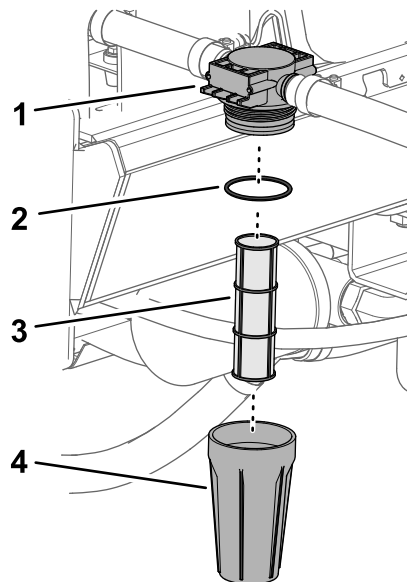

Figure 41
1. Tournez le filtre dans le sens antihoraire pour déposer la cuvette de la tête du filtre (Figure 41).
2. Vérifiez que l'élément filtrant est en bon état et n'est pas encrassé par des dépôts ou des débris (Figure 41).
- A. Retirez l'élément filtrant de la tête du filtre (Figure 41).
- C. Insérez l'élément filtrant dans la tête du filtre (Figure 41).
3. Contrôlez l'état du joint torique (Figure 41).
4. Vissez la cuvette sur la tête du filtre dans le sens horaire, et serrez-la à la main (Figure 41).